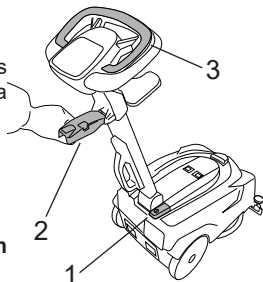

Fig.16
- Pulse el interruptor general (Fig. 16-Ref. 1).
- Baje el secador de suelo con la palanca (Fig. 16-Ref. 2).
- Accione la palanca de mando del cepillo (Fig. 16-Ref. 3).
- Levante el secador de suelo con la palanca (Fig. 16-Ref. 2).
- Accione la palanca de mando del cepillo (Fig. 16-Ref. 3)